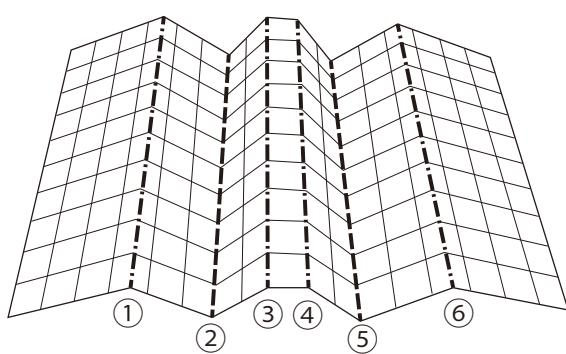

図4 工作用紙の折り方
- 3) 図4のように①から⑥の折り筋にそって谷折り、山折りします。